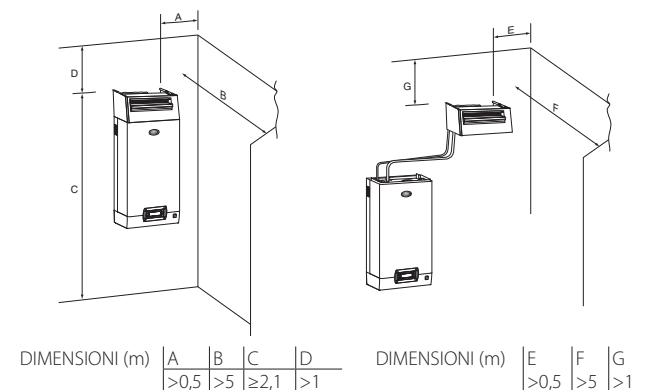

Fig. 3.c
2. il supporto di fissaggio a forma di "L" (vedi particolare 1 Fig. 3.c) è fornito con i distributori di vapore modelli da DP085* a DP025*. Per lunghezze inferiori il supporto può essere fornito come optional (cod. 18C478A088).
Attenzione: Per ottenere una corretta diffusione di vapore rispettare le distanze indicate nella fig. 3.c.